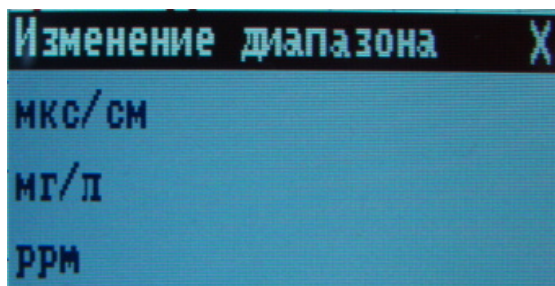

Рис. 6. Окно установки модуля «Проводимость»
9. Нажмите кнопку **Установка модуля** в окне модуля «Проводимость» (рис. 2). Откроется диалоговое окно (рис.6). Выберите в этом окне единицы измерения **мкс/см**.